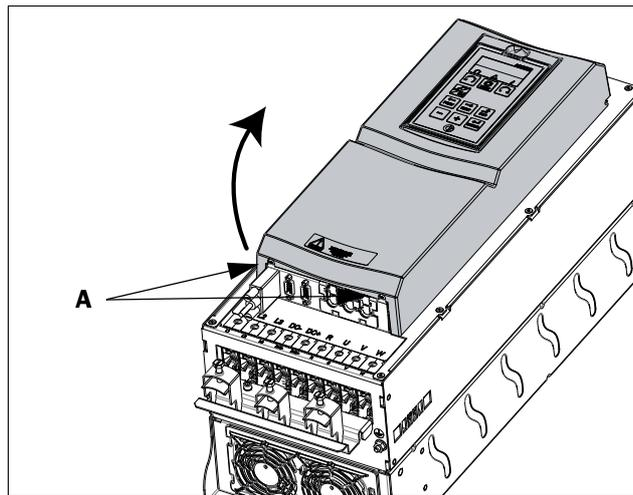

Fig. 35 Retire la cubierta frontal en los tamaños C2-F2 y FA2 (esquema).
- Afloje los dos tornillos A (consulte la fig. 35) de la parte inferior de la cubierta un par de vueltas (no los retire).